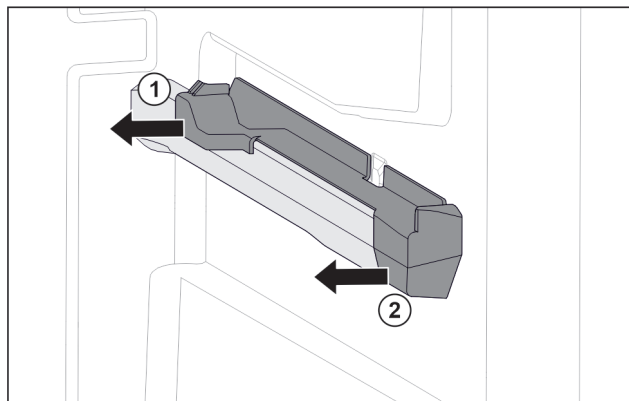

Fig. 85 Nasazovací díl na pravém žebrování na nádobu
- Stáhněte nasazovací díl vzadu na stranu. Fig. 85 (1)
- Stáhněte nasazovací díl vpředu na stranu. Fig. 85 (2)